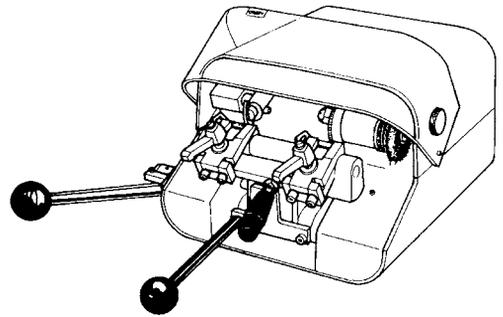

Рис. 5.14. Станок для копирования (дублирования) ключей (С разрешения компании Ilco Unican Corp.)
- Станок для обработки ключей с питанием от сети (рис. 5.14)